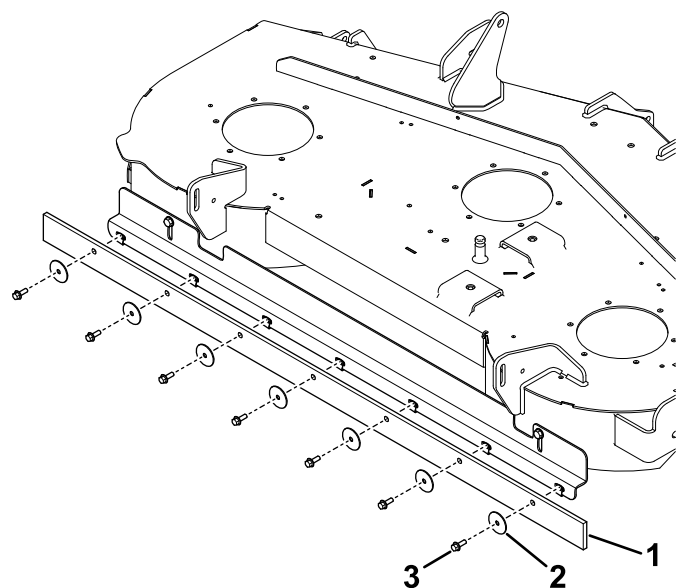

Bild 5
7. Montieren Sie den Abstreifer mit sieben Schrauben ($\frac{1}{4}$ " x $\frac{3}{4}$ ") und sieben Unterlegscheiben an der Halterung (Bild 5).